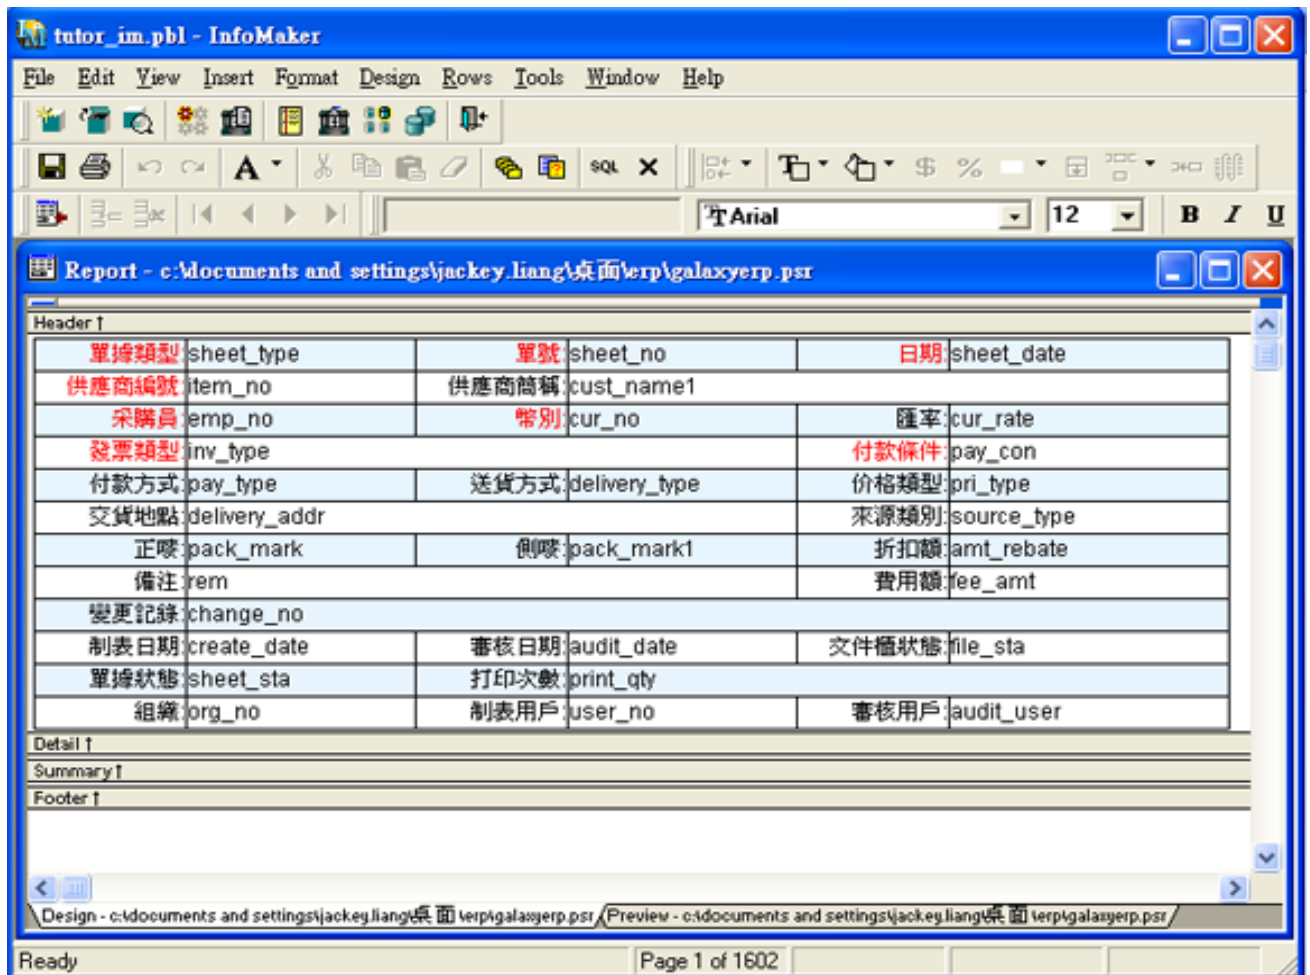
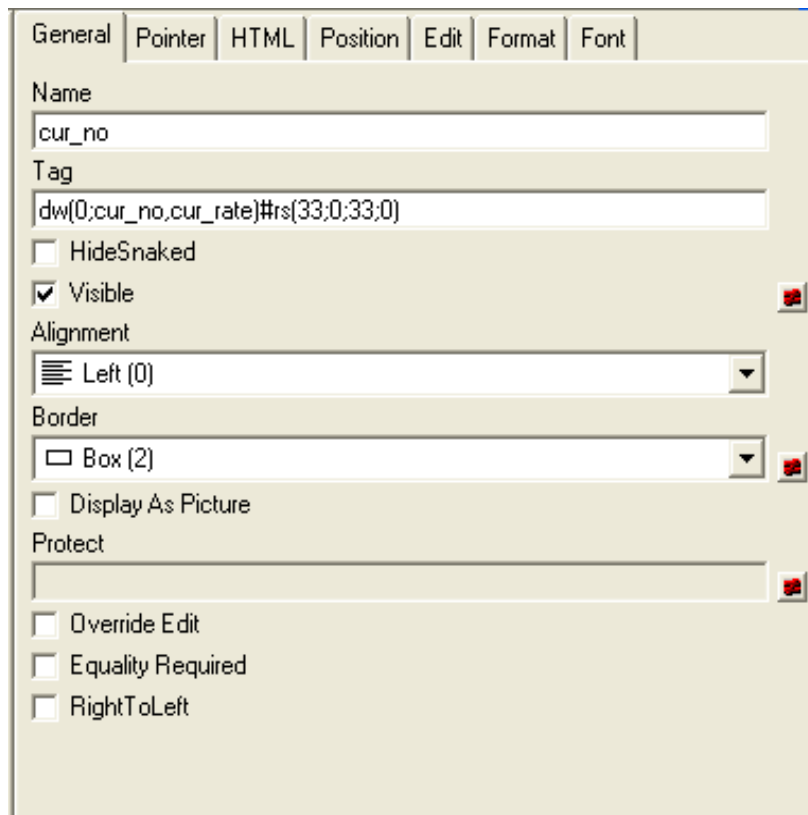
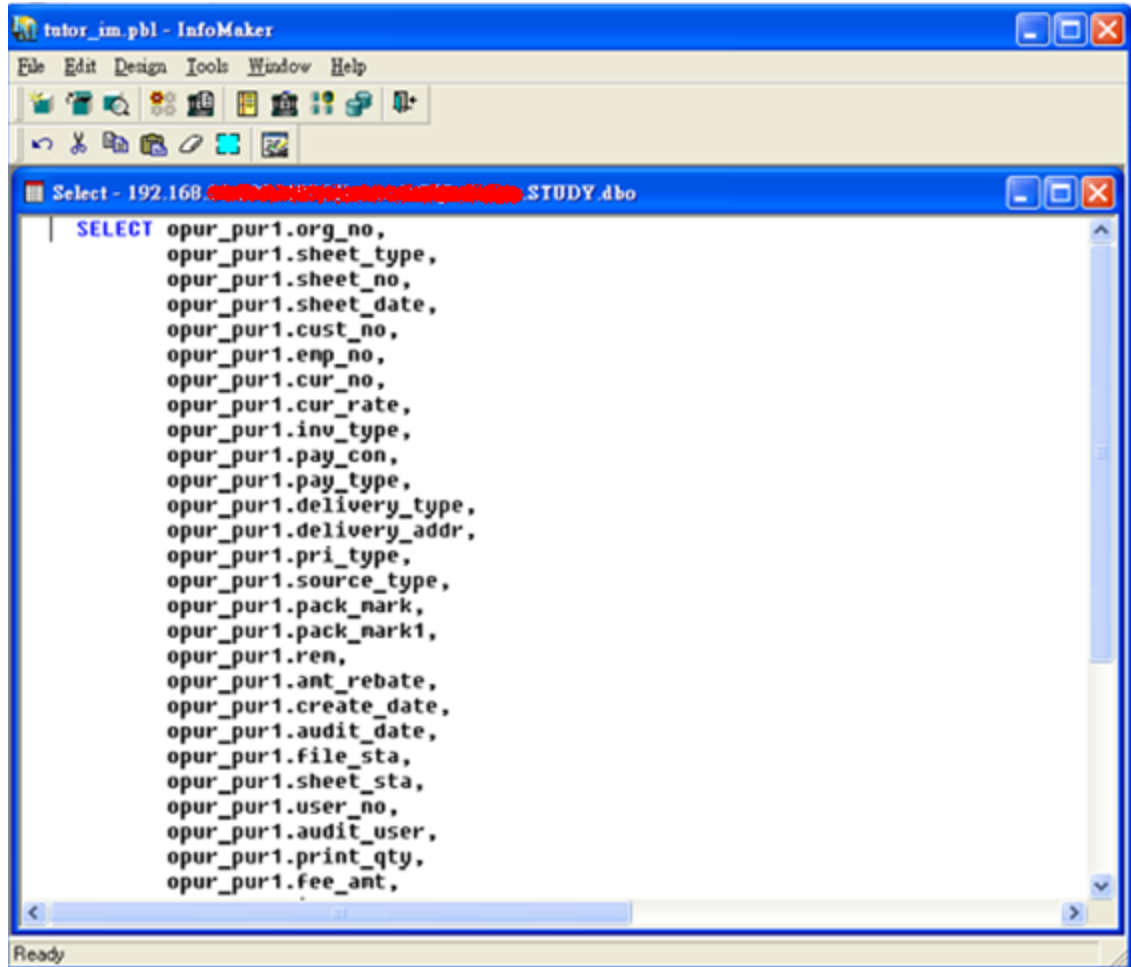
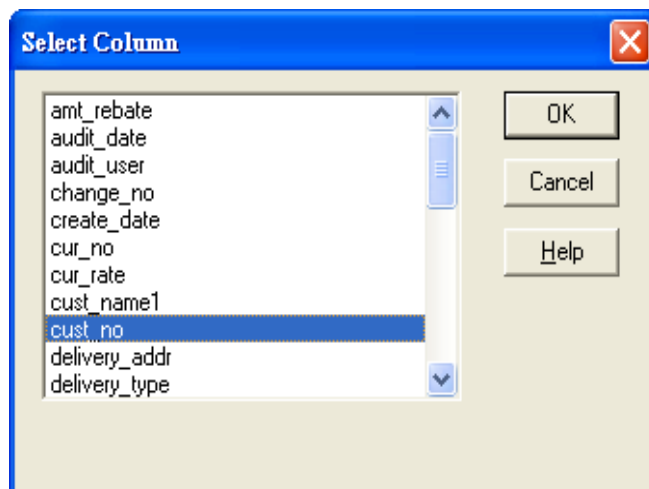

图 69
图 70
图 71
图 72
步骤三：双击“D:/采购单上表”（见图 69），在图 69 选择“Design-D:\ 采购单上表.psr”标签页
在图 69 中选中“正唛、侧唛”两栏位及其文本字段后，可通过点击菜单项“Edit/Delete”、点右键在弹出菜单中点击“Delete”两种方式将“正麦、侧麦”两栏位及其文本字段删除
在图 69 中选中“币别”栏位，可通过点击菜单项“view/Properties”、点右键在弹出菜单点击“Properties”两种方式将其属性窗口（见图 70）打开（显示在窗口右边），在图 69 中找到“Font”标签页，将其 Background Color 设为红色
1. 在图 69 中点击菜单项“Design/Data Source”、点击图标“SQL”两种方式打开 SQL 窗口（见图 71），在 SQL 语句中增加相应字段（例：select 后增加 obas\_cust.mrp\_place, from 后增加 obas\_cust, where 后增加相应连接 opur\_pur1.cust\_no = obas\_cust.cust\_no, 如果已存在则不需增加）后，点击菜单项“File/Return”或图标“”返回至图 69 中
2. 点击菜单栏“Insert/Control”中的“Column”或点击图标 “”，再在图 69 的空白处点击，弹出 Select Column 窗口（见图 72），在图 72 中选择“mrp\_place”后点击“OK”后返回图 69 中。
3. 在图 69 中会显示出“mrp\_place”的字段，调整其位置和属性（参考方式二的步骤五）